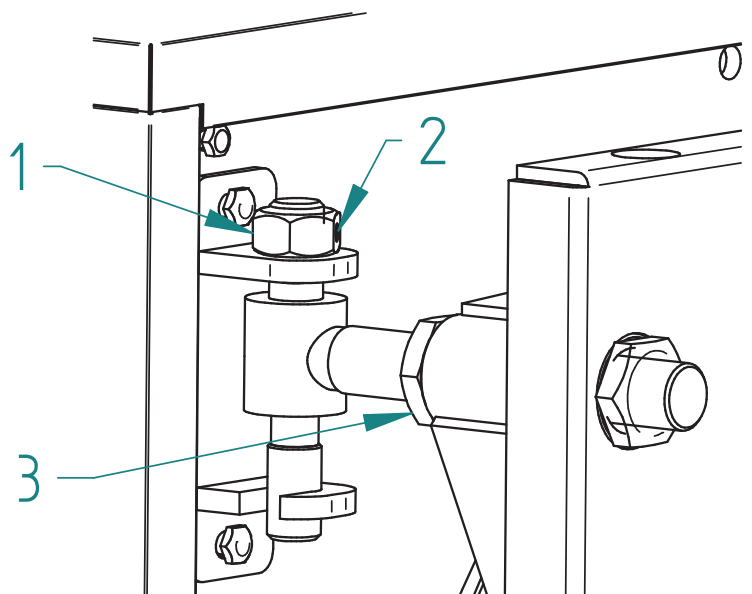

fig. 10
- La regolazione in altezza della porta avviene tramite il dado (pos. 1); a regolazione ultimata bloccare infine i grani (pos. 2 - fig. 10).
- La regolazione longitudinale avviene tramite la vite pos. 3 - fig. 10.